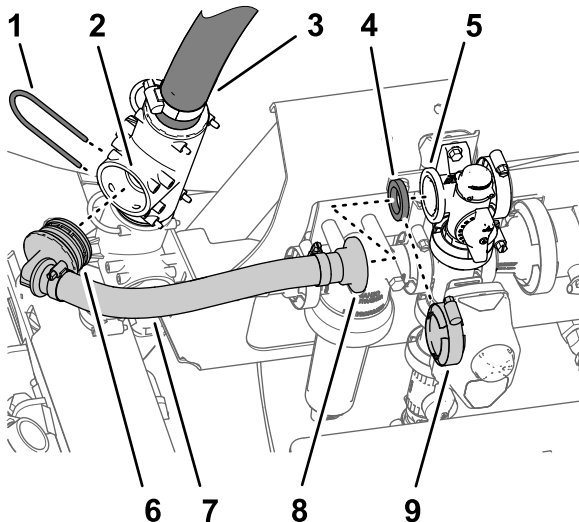

Figura 8
1. Aliniază fittingul inelat la 90° al noului ansamblu de furtun de bypass de agitare cu orificiul deschis din fittingul în T superior și introduce fittingul de 90° până când este aezat în fittingul în T (**Figura 8**).
2. Fixai fittingul inelat de 90° la fittingul în T cu opritorul (**Figura 8**) pe care l-ai demontat la pasul 2 din **Demontarea furtunurilor** (Pagină 4).
3. Aliniază fittingul cu guler drept al noului ansamblu de furtun de bypass de agitare și garnitura cu flana supapei de bypass (**Figura 8**).
4. Fixai fittingul cu guler drept și garnitura la supapa de bypass cu clemă cu flană (**Figura 8**) pe care ai demontat-o în pasul 2 din **Demontarea furtunurilor** (Pagină 4).